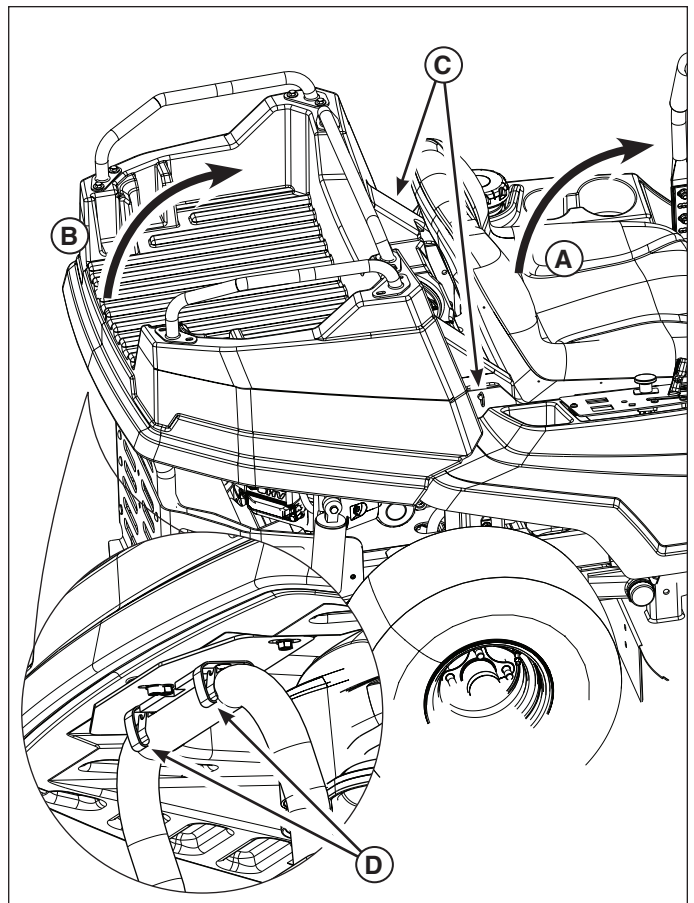

Figure 13
La benne peut être soulevée pour accéder au compartiment moteur sans avoir à l'enlever. D'abord, soulever le siège (A, Figure 13). Puis tirer fermement vers le haut sur l'arrière de la benne (B). Pour abaisser la benne, appuyer fermement vers le bas pour fixer l'arrière de la benne en place avec les clips de verrouillage (D).
Pour enlever la benne, enlever les tiges (C, Figure 13) qui retiennent l'avant de la benne au corps de la tondeuse. Tirer fermement vers le haut sur l'arrière de la benne pour relâcher les clips de verrouillage (D), puis soulever et enlever la benne de la tondeuse.
Pour installer la benne, positionner la benne sur le compartiment moteur, en alignant les trous dans l'avant de la benne avec les trous dans les supports du corps. Installer les tiges (C, Figure 13) dans les trous. Pour abaisser l'arrière de la benne, appuyer fermement vers le bas pour fixer avec les clips de verrouillage (D).